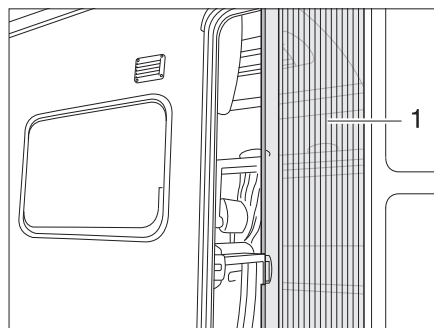

Fig. 43 Protección contra insectos
- Extraer la protección contra insectos (Fig. 43,1) por el listón completamente.
- Regresar la protección contra insectos (Fig. 43,1) por el listón a su posición inicial.